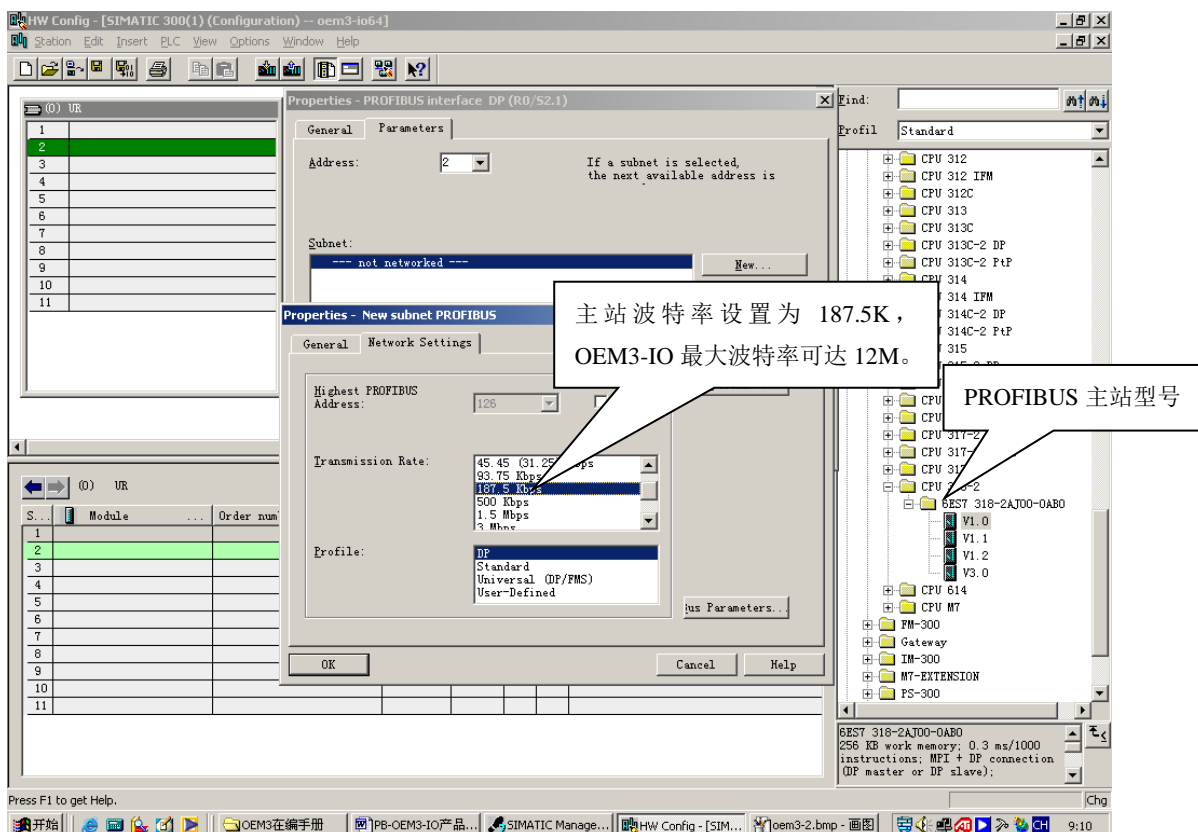

图 4-4 插入 6ES7 318 主站并设置主站波特率
- ③ 插入318PLC并为PROFIBUS主站选择工作的波特率（以187.5K为例）→ 点击OK，见下图4-4所示: